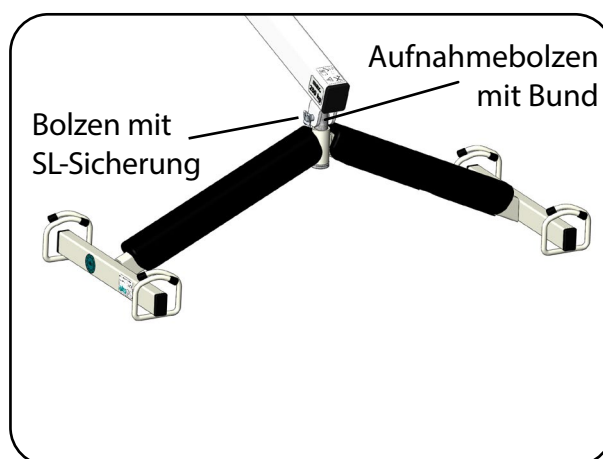

Abb. 6.2.08 - Transportbügel montiert
17. Befestigen Sie den Transportbügel mit dem eingesteckten Aufnahmebolzen mit Bund am Hebearm, indem Sie den Bolzen durch die Bohrungen am Hebearmende stecken. Sichern Sie den Bolzen mit der SL-Sicherung (Abb. 6.2.08).